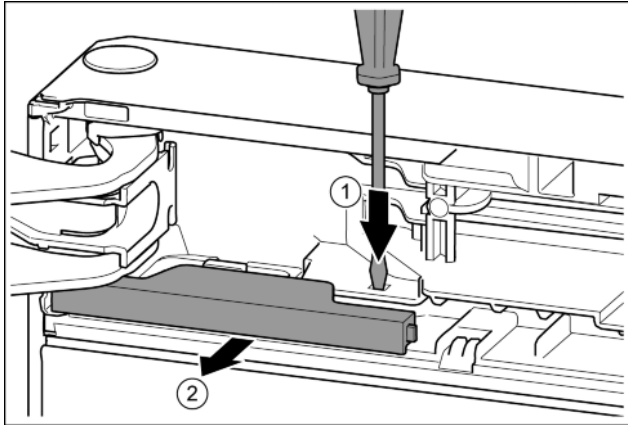

Fig. 9
- Lip met de sleufschroevendraaier indrukken. *Fig. 9 (1)*
- Afdekking uit de vergrendeling trekken. *Fig. 9 (2)*